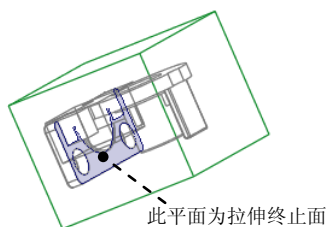

图 14.14 选取拉伸终止面
(4) 设置深度选项。
① 在操控板中选取深度类型  (到选定的)。
② 将模型调整到图 14.14 所示的视图方位, 采用“列表选取”的方法, 选择图 14.14 所示的平面为拉伸终止面, 在“从列表中拾取”对话框中选择 **曲面.F1 (外部合并):HANDLE-FORK_MOLD_REF** 选项, 在“从列表中拾取”对话框中单击 **确定 (O)** 按钮。
③ 在操控板中单击 **选项** 按钮, 在“选项”界面中选中 ☒ 封闭端 复选框。